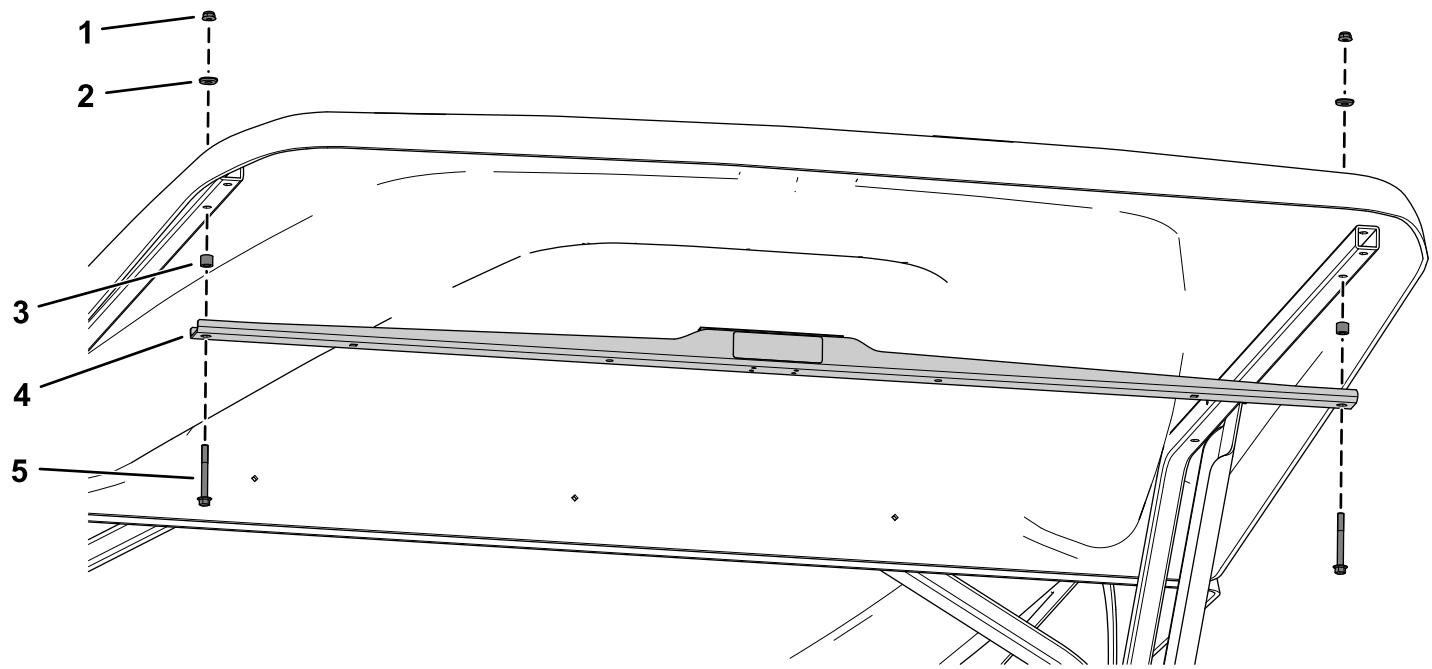

図7
4. 日よけサポートブラケットを、日よけエクステンションに固定するフランジヘッドボルト $\frac{1}{4} \times 2\frac{1}{2}$ "2本、スペーサ2個、シーリングワッシャ2枚、ロックナット $\frac{1}{4}$ "2個で図7のように取り付ける。